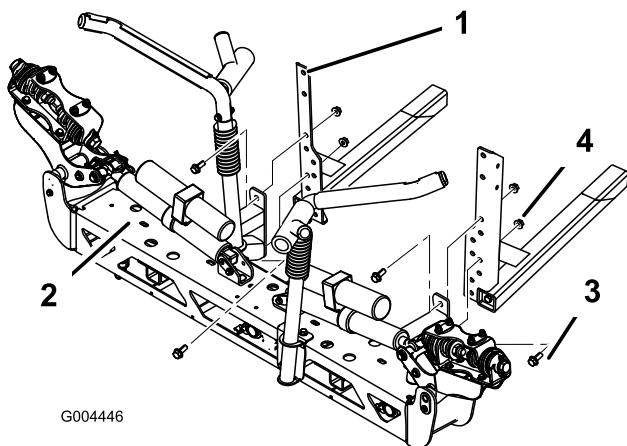

Bild 14
- Montieren Sie den mittleren Ausleger mit vier Bundbolzen (13 mm x 32 mm) (1/2" x 1-1/4") und vier Bundmuttern (13 mm) (1/2") an den Streben (Bild 14).